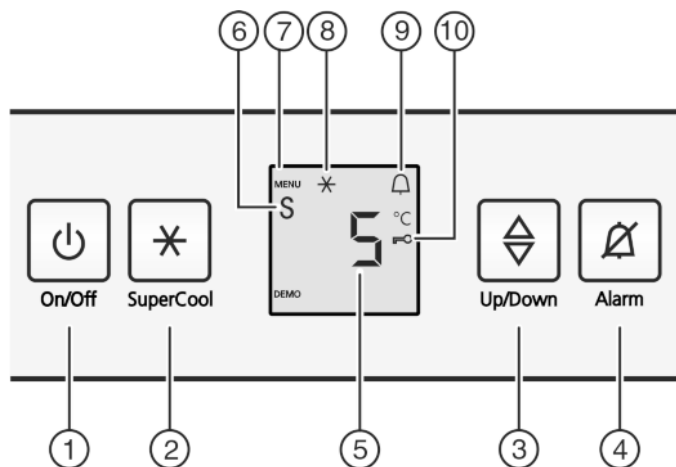

Fig. 2
- ▶ Нажать кнопку On/Off Fig. 2 (1).
- ▶ Активация режима настройки: удерживайте кнопку SuperCool Fig. 2 (2) прим. 5 с.
- ▷ Символ меню Fig. 2 (7) горит.
- ▶ С помощью клавиши настройки Fig. 2 (3) выберите c.
- ▶ Коротко нажмимкнопку SuperCool Fig. 2 (2) для подтверждения.
- ▶ Для включения защиты от детей коротко нажмите клавишу SuperCool Fig. 2 (2).
- ▷ Символ "Защита от детей" Fig. 2 (10) горит. На индикации мигает c.
- ▶ Для выключения защиты от детей коротко нажмите клавишу SuperCool Fig. 2 (2).
- ▷ Символ защиты от детей Fig. 2 (10) гаснет. На индикации мигает c.
- ▶ Выход из режима настройки: нажмите кнопку On/Off Fig. 2 (1).
- ▶ Нажмите кнопку Alarm Fig. 2 (4).
- ▷ Светится символ Меню Fig. 2 (7).
- ▶ Чтобы вызвать функцию режима Sabbath: нажмите и сразу отпустите кнопку SuperCool Fig. 2 (2).
- ▶ Для включения режима Sabbath нажмите и отпустите кнопку SuperFrost Fig. 2 (2).
- ▶ Для выключения режима Sabbath нажмите и отпустите кнопку SuperFrost Fig. 2 (2).
- ▶ Выход из режима настройки: Нажать кнопку On/Off Fig. 2 (1).
- ▷ На индикаторе температуры показывается символ режим Sabbath Fig. 2 (6) до тех пор, пока активен режим Sabbath.
- ▶ Активация модуля регулировки температуры: нажмите кнопку настройки Fig. 2 (3).
- ▶ Температуру меняйте ступенями по 1 °C: нажимайте кнопку настройки Fig. 2 (3) до тех пор, пока на индикаторе температуры не будет высвечена требуемая температура.
- ▶ Коротко нажмите кнопку SuperCool Fig. 2 (2).